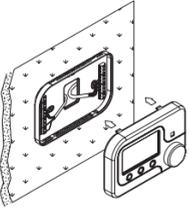
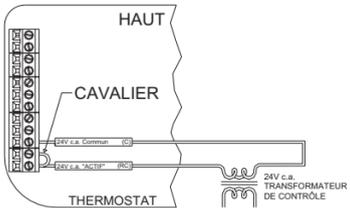

Figure 2
Figure 4 - Thermostat allumé pour essai ou configuration
Passez chaque fil sur la/les plaque(s) de la base du thermostat selon le diagramme de câblage de votre système - Voir Figures 4 - 10. Placez les fils du thermostat de façon à ce que le câble soit à plat entre la/les plaque(s) et le centre de la base - Voir Figure 2. Si un système à distance ou un capteur de température est utilisé avec le thermostat, branchez les fils de ce système ou de ce capteur selon le diagramme de l'application correspondante - Voir Figures 12 - 14. Une fois que tout le câblage aura été placé, repoussez les excès de fils à l'intérieur du trou dans le mur. Recouvrez le trou avec la mousse isolante fournie pour assurer une lecture correcte de la température par le thermostat. Ajustez les languettes du thermostat face aux rainures de sa base puis enclenchez doucement les deux parties du thermostat pour terminer sa mise en place. - Voir Figure 2.
1. Pour les systèmes HVAC avec un seul transformateur, destinés au chauffage ou à la climatisation, le cavalier métallique entre le Terminal 1 (RC) et le Terminal 2 (RH) sur la plaque du terminal de gauche, doit être maintenu en place – Voir Figure 4.